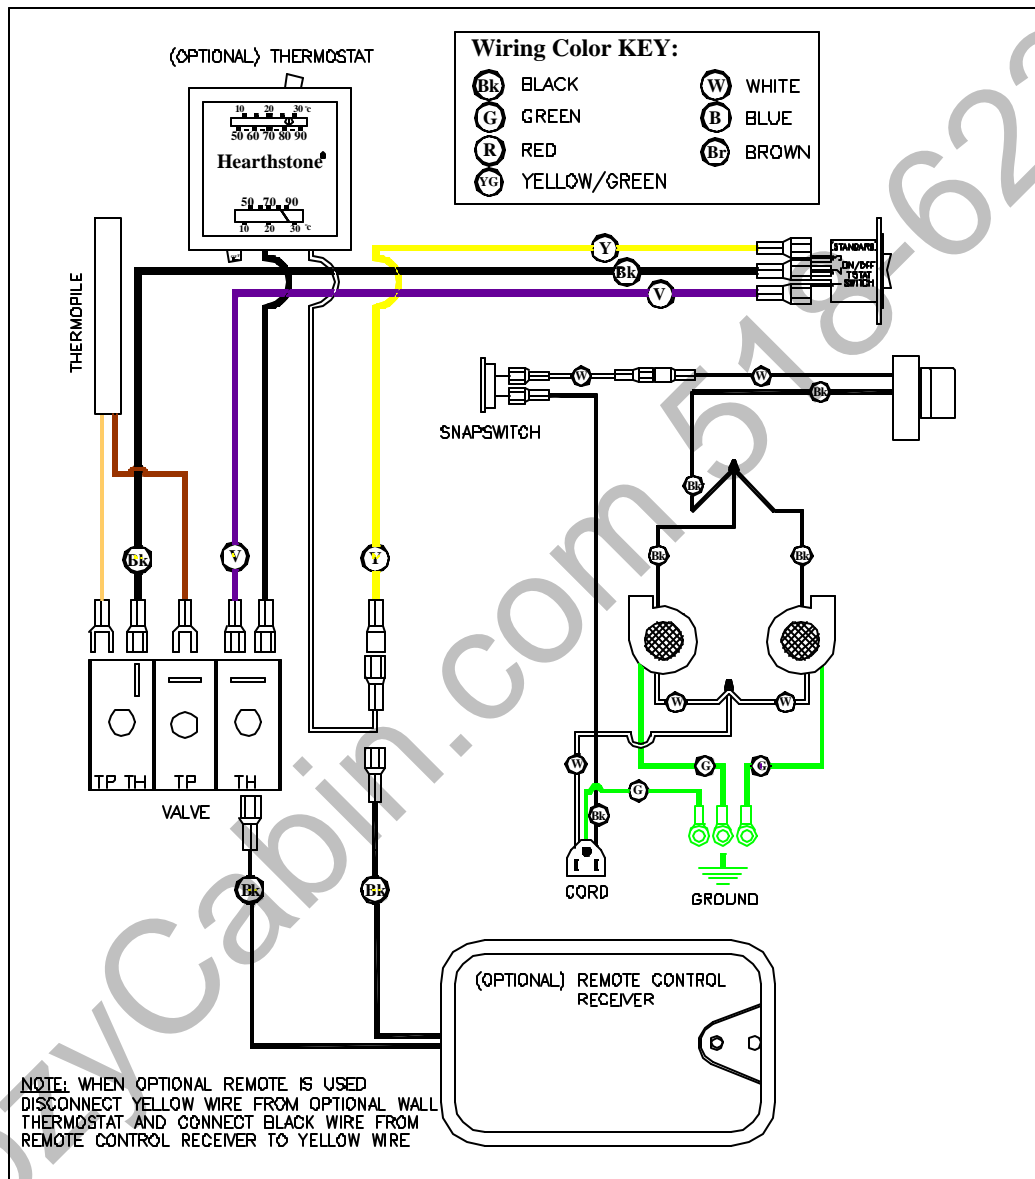

Figure 19: Wiring Diagram
- CAUTION:** Label all wires prior to disconnection when servicing controls. Wiring errors can cause improper and dangerous operation. Verify proper operation after servicing. (Attention: Au moment de l'entretien des commandes, étiquetez tous les fils avant le débranchement. Des erreurs de câblage peuvent entraîner un fonctionnement inadéquat et dangereux.) The proper location of wire connections is shown in Figure 19.